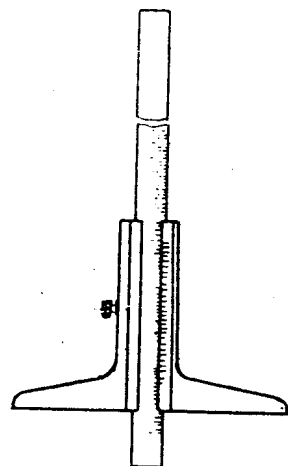

图 1-18 深度游标尺
(2)深度游标卡尺如图 1-18 所示,它是利用深度游标原理对尺框测量面和尺身测量面相对移动分隔的距离进行读数的一种测量工具。主要用于测量工件内孔的深度和台阶的长度。尺身是一个可以伸出的量杆,测量时可在尺框游标上准确读数。